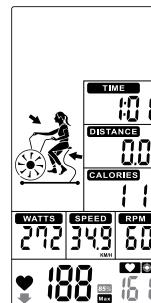

Figure 48
- ⑤ Wenn die Herzfrequenz 85% übersteigt, blinken die Werte und der Summer ertönt alle 10 Sekunden, bis die Herzfrequenz des Benutzers unter 85 % sinkt (Abbildung 48).
- ⑤ When Heart Rate exceeds 85%, ↓ & 85% & value will flash. And buzzer sounds in every 10s until user HR goes below 85% (Figure 48).